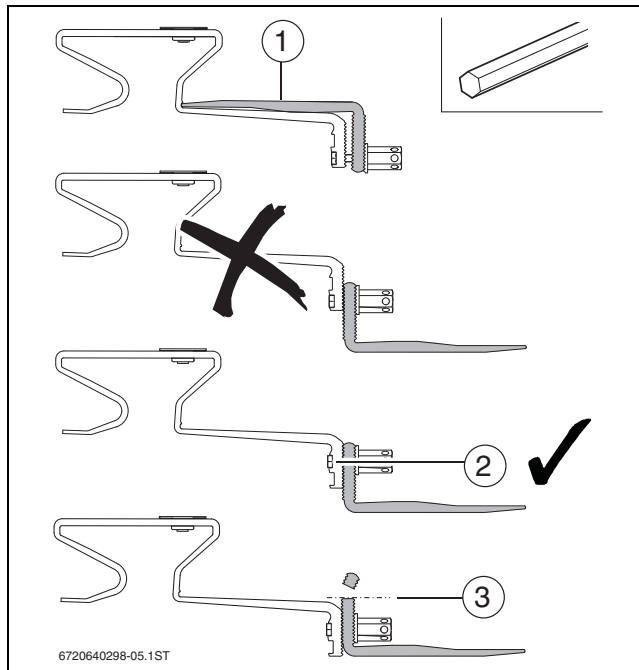

Fig. 24 Préparer l'ancrage de chevron
- Insérer la partie supérieure du crochet de toit dans l'orifice supérieur du crochet de toit. Ne pas encore serrer l'écrou à fond (→ fig. 24).